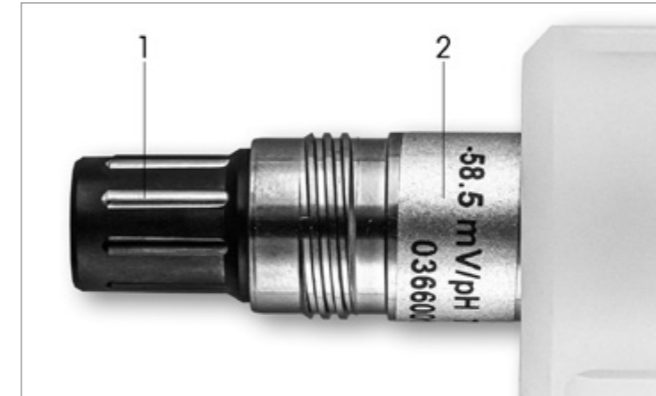

Abb. 1: InSUS-pH-Sensor (Beispiel)
- 3.5 Die Werte für Steilheit und Nullpunkt (Offset) finden Sie auf dem Sensoretikett (Abb. 1) oder im Qualitätszertifikat des Sensors. Verwenden Sie diese Werte für die Dateneingabe. Drücken Sie den Steilheitswert und bearbeiten Sie den Wert mit den Tasten in mV/pH.